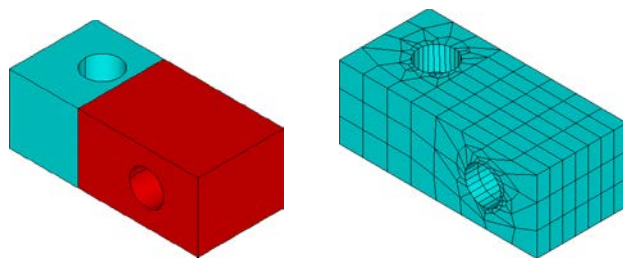

图 4-41 扫略相邻体
- (1) 如果想让源面用四边形或者三角形映射网格划分，那么应当预划分网格。
- (2) 如果想让源面用初始单元尺寸划分网格，那么应当预划分。
- (3) 如果不预划分网格，ANSYS 通常用自由网格划分。
- (4) 如果不预划分网格，ANSYS 使用有“MSHAPE”设置的单元形状来确定对源面的网格划分。“MSHAPE, 0, 2D”生成四边形单元，“MSHAPE, 1, 2D”生成三角形单元。
- (5) 如果与体关联的面或者线上出现硬点则扫略操作失败，除非对包含硬点的面或者线预划分网格。
- (6) 如果源面和目标面都进行预划分网格，那么面网格必须相匹配。不过，源面和目标面并不要求一定都划分成映射网格。
- (7) 在扫略之前，体的所有侧面（可以有连接线）必须是映射网格划分或者四边形网格划分，如果侧面为划分网格，则必须有一条线在源面上，还有一条线在目标面上。
- (8) 有时候，尽管源面和目标面的拓扑结构不同，但扫略操作依然可以成功，只需采用适当的方法即可。如图 4-41 所示，将模型分解成两个模型，分别从不同方向扫略就可生成合适的网格。